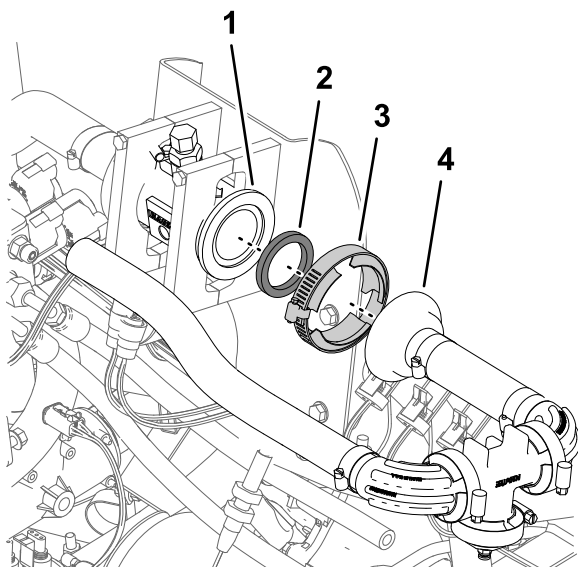

Figure 91
2. Serrez le collier bride à la main (Figure 91).